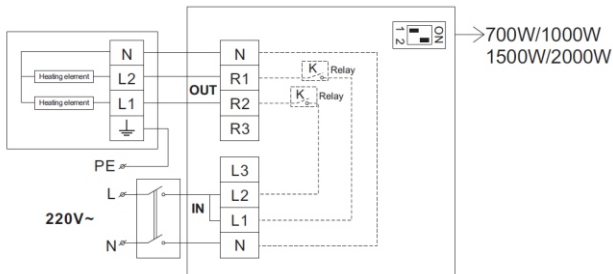
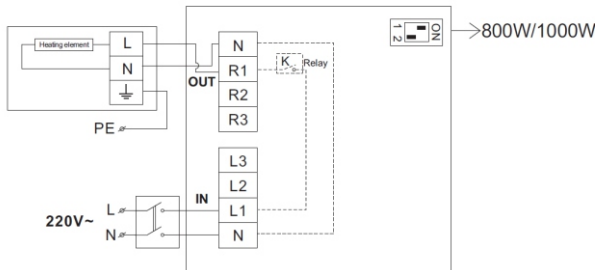

Рис. 11
Рис. 12
5. Подключение блока управления производится в соответствии со схемой, указанной на рис. 11 (для серии TCH A1N) или рис. 12 (для серии TCH A2), а также маркировкой, указанной на соединительной колодке инфракрасного обогревателя и блока управления.
- присоединить кабель электрической сети к соединительной колодке блока управления (рис.10), надёжно закрутив установочные винты, согласно схеме подключения, указанной на рис. 11 для инфракрасного обогревателя серии TCH A1N и на рис. 12 для инфракрасного обогревателя серии TCH A2,
При подключении блока управления к инфракрасному обогревателю серии TCH A1N необходимо установить перемычку в соединительной колодке блока управления между контактами «L2» и «L1» (см. рис. 11).
- присоединить к соединительной колодке блока управления электрический кабель, подключаемый к инфракрасному обогревателю (рис. 13), надёжно закрутив установочные винты, согласно схеме подключения, указанной на рис. 11 для инфракрасного обогревателя серии TCH A1N и на рис. 12 для инфракрасного обогревателя серии TCH A2,
- для инфракрасного обогревателя серии TCH A1N перевести переключатель 2 на блоке управления в положение «ON» (см. рис. 11), для инфракрасного обогревателя серии TCH A2 перевести переключатель 1 на блоке управления в положение «ON» (см. рис. 12),
- подключить электрический кабель блока управления к соединительной колодке инфракрасного обогревателя (рис. 15), надёжно закрутив установочные винты, согласно схеме подключения, указанной на рис. 11 для инфракрасного обогревателя серии TCH A1N и на рис. 12 для инфракрасного обогревателя серии TCH A2,